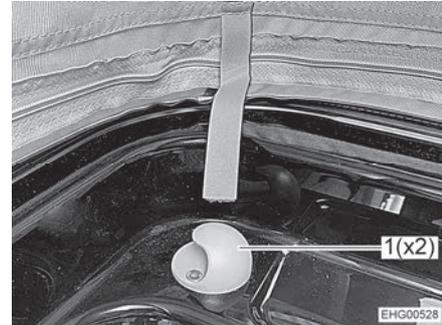

Fig. 51 Fixation
- Accrocher le filet de sécurité aux deux fixations (Fig. 51,1).